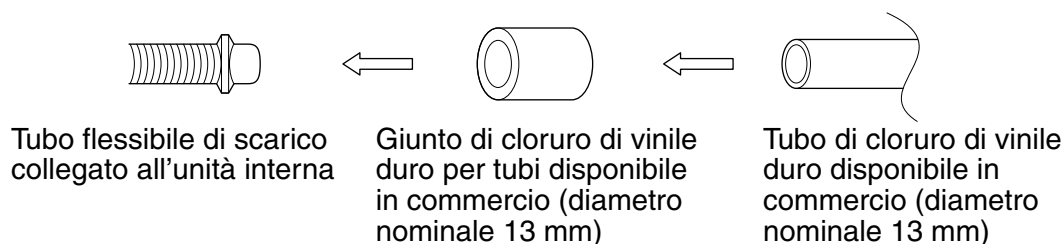

**Fig. 17**
- Per realizzare una prolunga della tubazione di scarico, utilizzare i tubi flessibili disponibili in commercio a tale scopo e isolare la sezione della prolunga del tubo flessibile di scarico che si trova all'interno del locale. **(Fare riferimento alla Fig. 17)**